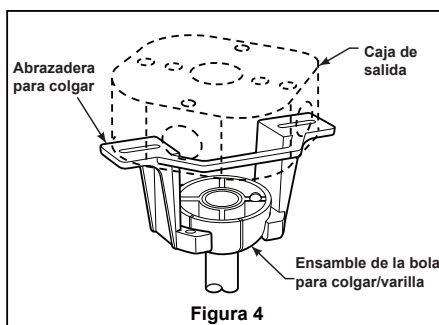

Figura 4
- ☐ 4. Enrosque el soporte de la varilla y alinee los orificios de la clavija de horquilla en ambas piezas. Instale la clavija de horquilla y asegúrela con la pinza de horquilla. Fije los dos tornillos de presión y las tuercas de seguridad en el soporte de la varilla interior. (Figura 4)
- ☐ 2. Levante cuidadosamente el ventilador y coloque el ensamble de la bola para colgar/varilla en la abrazadera para colgar que acaba de fijar a la caja de salida. Asegúrese de que la ranura de la bola esté alineada con la lengüeta de la abrazadera para colgar. (Figura 4)
3. Realice las conexiones de cables al bloque del terminal como se muestra en la Figura 4.